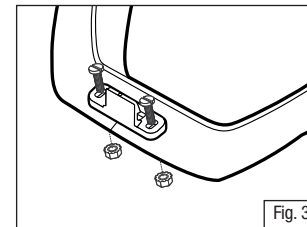

Fig. 3
6. Prenda a trava à moldura usando parafusos e porcas adequadas que não atrapalhem o funcionamento da trava. Mova a trava de um lado para outro até atingir o montante de ajuste desejado a fim de manter a moldura de ampla visão posicionada. Aperte os dois conjuntos de parafuso/porca. (Fig. 3)